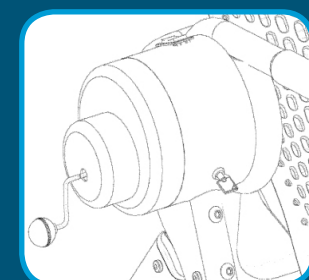

Figure 12
- Insérez la manivelle d'urgence dans le trou situé à l'extrémité du moteur, et tournez la manivelle dans le sens des aiguilles d'une montre (Figure 12) pour faire pivoter la table à la verticale.